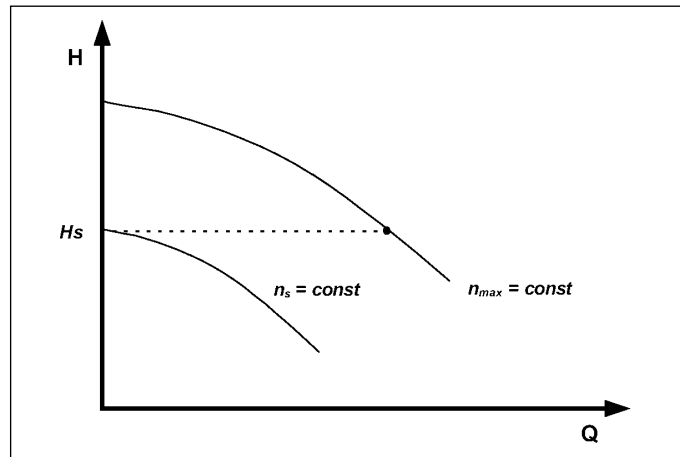

Fig. 6
- **Konstant varvtal:** Pumpens varvtal hålls på en konstant nivå mellan n_{min} och n_{max} (Fig. 6). Vid konstant varvtal är övriga reglerfunktioner bortkopplade..
- **+ 24 V (3)** (utgång):